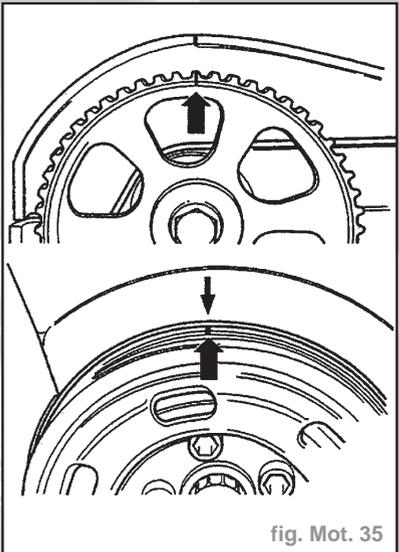

fig. Mot. 35
- Faire coïncider le repère se trouvant sur le pignon d'arbre à cames avec le repère sur le couvre-culasse (fig. Mot. 35).